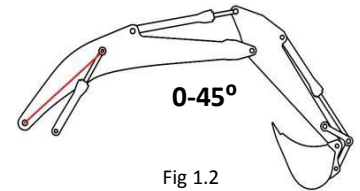

Fig 1.2
1. Tracer une ligne entre les deux points avec une craie **Voir fig 1.2**